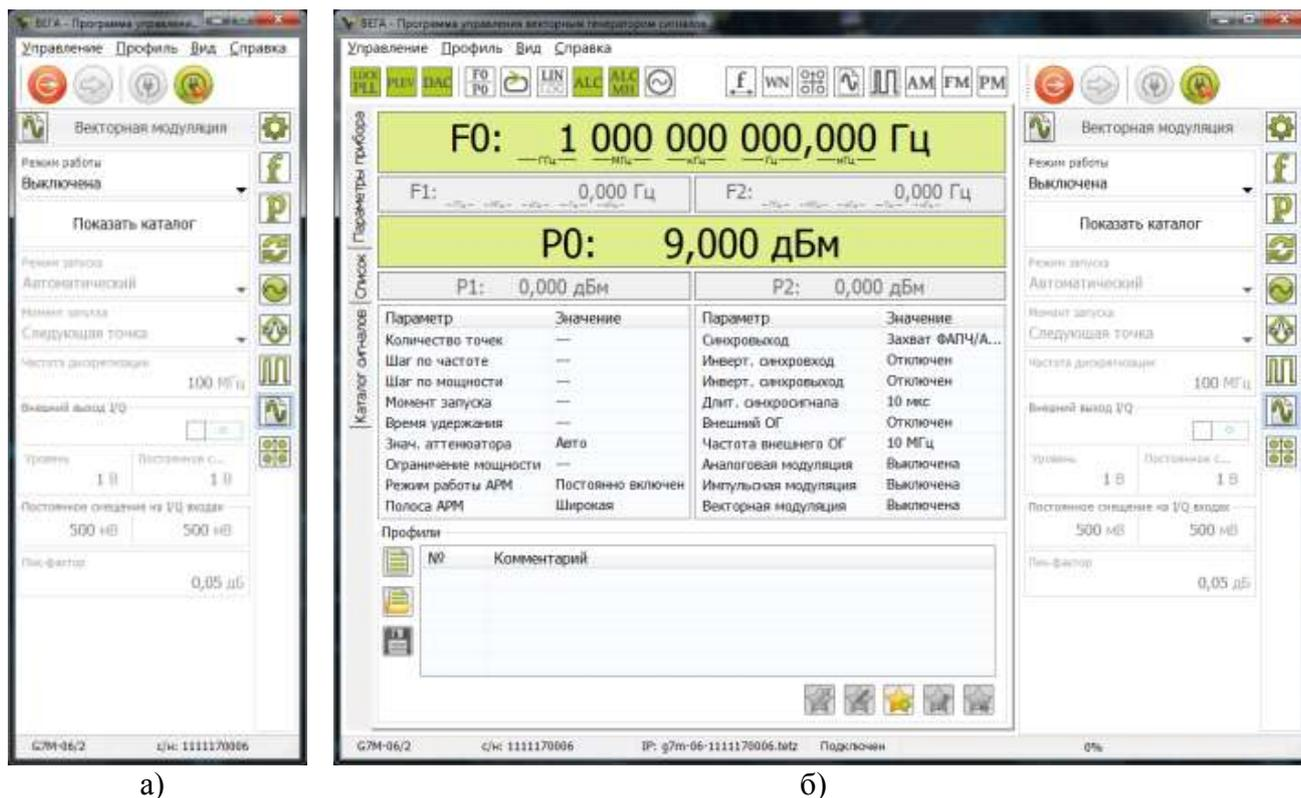

Рисунок 5.19 – Компактный и расширенный виды
- а) «Компактный вид» – окно ПО принимает компактный вид, отображаются только «Меню», «Панели управления», «Панель инструментов» и «Статусная строка» (рисунок 5.19-а);
б) «Расширенный вид» – окно ПО принимает вид, как при первом запуске, отображаются все элементы интерфейса пользователя – «Меню», «Панели управления», «Статусная строка» и др. (рисунок 5.19-б);